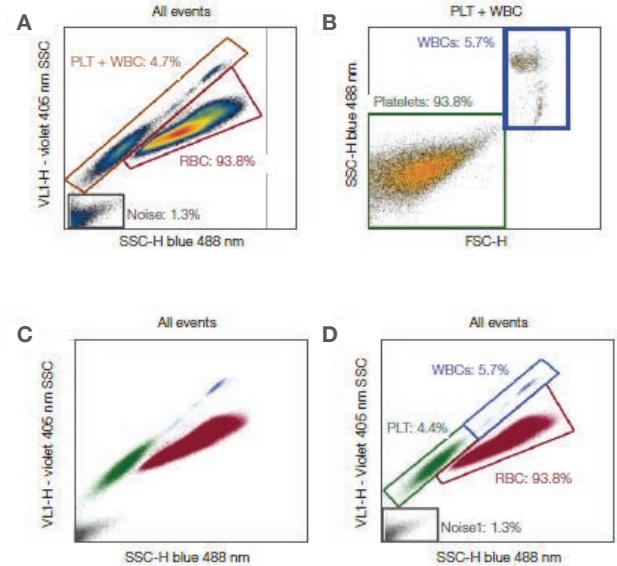

図 11. 488 nm の前方散乱光 (FSC) および側方散乱光 (SSC) と 405 nm のバイオレットレーザーを用いたヒト全血 (洗浄なし・溶血なし) の解析
- 限られた量のサンプルや細胞機能解析のための生細胞アッセイに最適 (図 11)